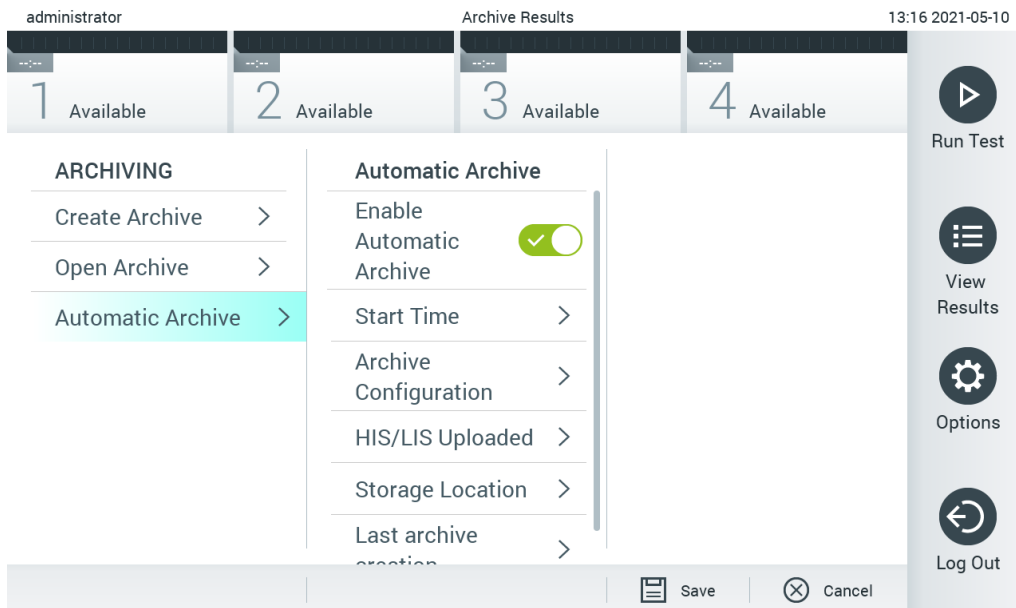

Figura 57. Opções do arquivo automático.
2. Pressione **Automatic Archive** (Arquivo automático) e habilite o recurso (Figura 57, próxima página).